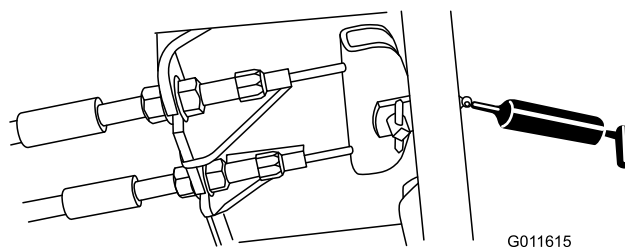

Figure 36
- Pédale de frein (1) (Figure 36)